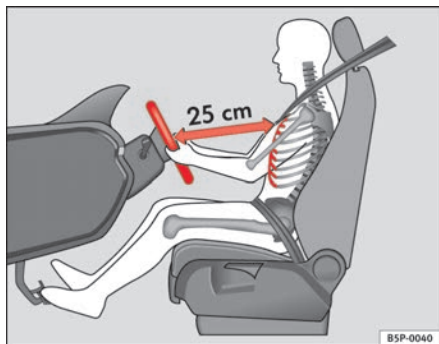

Fig. 1 Distancia correcta entre el conductor y el volante
- Ajuste el volante de modo que quede una distancia mínima de 25 cm entre el volante y el tórax ⇒ **fig. 1**.
- Coloque el asiento del conductor de forma que quede una distancia mínima de 25 cm entre el tórax y el centro del volante ⇒ **página 10, fig. 1**. Si la distancia es inferior a los 25 cm, el sistema de airbags no puede protegerle correctamente.